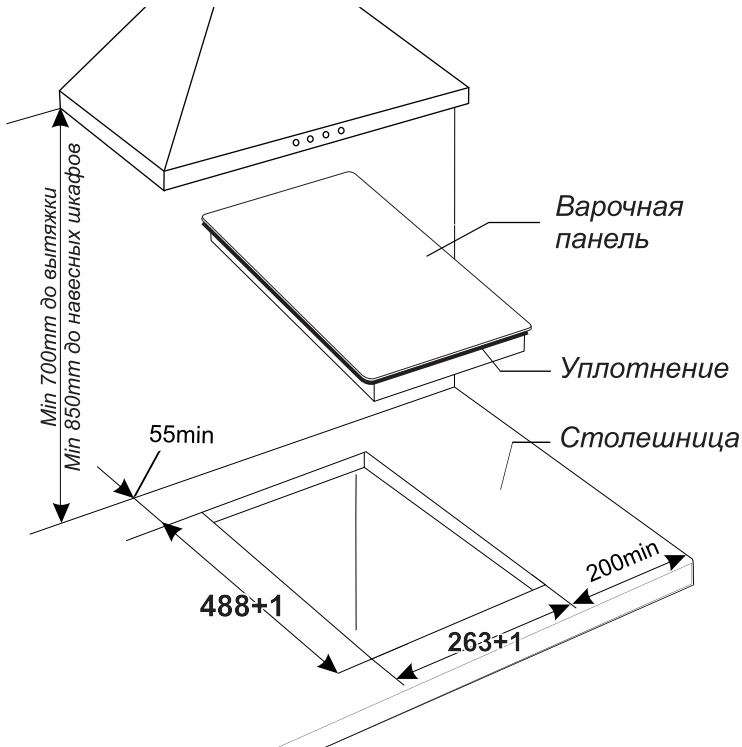

Рис. 9
1. Точно разметить на столешнице контур проема под варочную панель (рис. 9). Толщина столешницы - min 30 мм, max 50 мм.